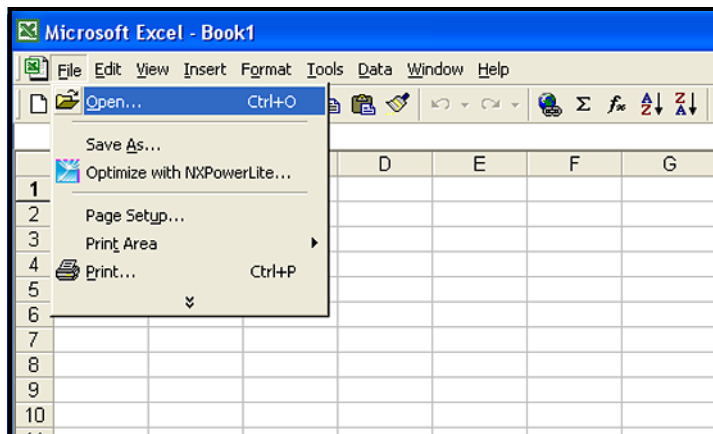

Figure 57: Open een logbestand in Microsoft Excel
4. De **dew.IQ**-logbestanden kunnen geopend worden met een spreadsheet-programma, zoals Microsoft Excel. Start het spreadsheet-programma en selecteer **Open** (zie *Figure 57* hieronder).